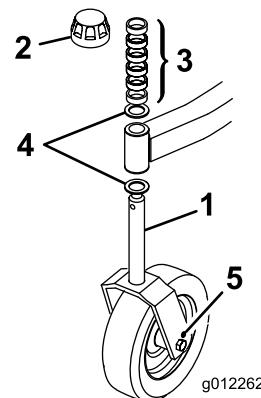
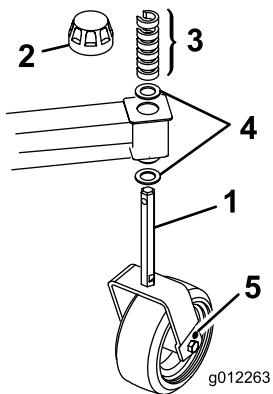

Figura 11
Figura 12
2. Agrande los taladros de 0,438 pulgadas (11,13 mm) de diámetro (Figura 11 y Figura 12) de cada lado de las horquillas a un diámetro de 0,50 o 0,516 pulgadas (12,7 o 13,1 mm).
1. Retire el casquillo tensor del eje y retire el eje del brazo de la rueda giratoria delantera. Retire la arandela del eje. Coloque los espaciadores en el eje para conseguir la altura de corte deseada, luego coloque la arandela en el eje (Figura 11).
e instale el casquillo tensor para fijar el conjunto (Figura 11).
1. Retire el casquillo tensor del eje de la rueda (Figura 12).
2. Retire o añada espaciadores C al segmento estrecho del eje, debajo del brazo de la rueda giratoria, hasta obtener la altura de corte deseada (Figura 12). Asegúrese de que las arandelas de empuje, y no los espaciadores, están en contacto con la parte superior y la parte inferior del brazo de la rueda giratoria.
3. Coloque el casquillo tensor para fijar el conjunto (Figura 12).